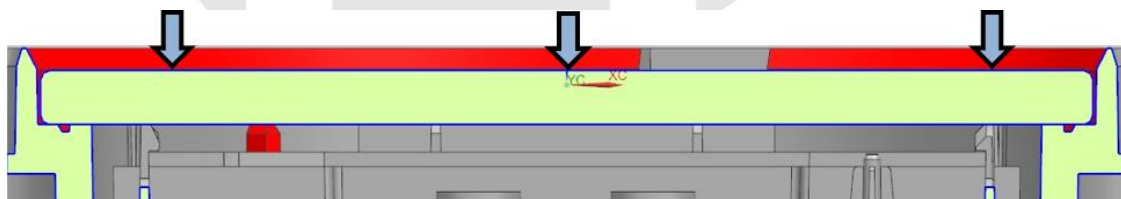

图 5.1
1) 针对密封品，点胶后，通过对胶粘剂施加均匀的保压压力，保压压力根据胶粘剂、被粘物而定，激活胶粘剂，保证达到密封接合作用；——保压工装，如何保压（仿形、外观保护、气缸或弹簧方式等方面），如图5.1；